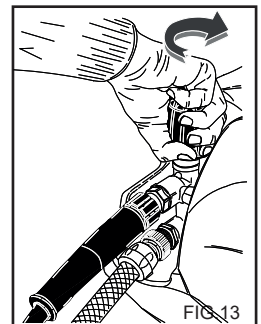

FIG.13
Dieses Kapitel bezieht sich nur auf die Modelle, die über einen "Druckregulierer" verfügen. Mit dieser Vorrichtung (fig.13) kann man den Betriebsdruck regulieren. Wenn man den Drehschalter C entgegen dem Uhrzeigersinn dreht (B) (Minimum) wird der Betriebsdruck verringert.